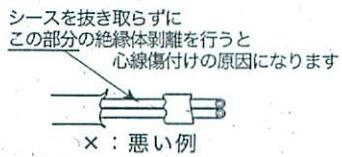

図7
- 2) $\phi 1.6$ 絶縁体剥離時には、シースを完全に抜き取った状態で（図7）、線を少しばらし、下刃の溝に合うようにセットしてください（図8）。シースを完全に抜き取らずに絶縁体を剥離した場合は、剥離できなかったり、心線に傷が付くことがあります。